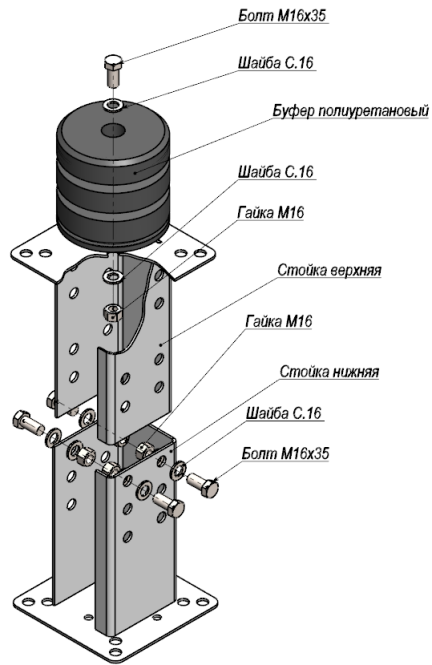
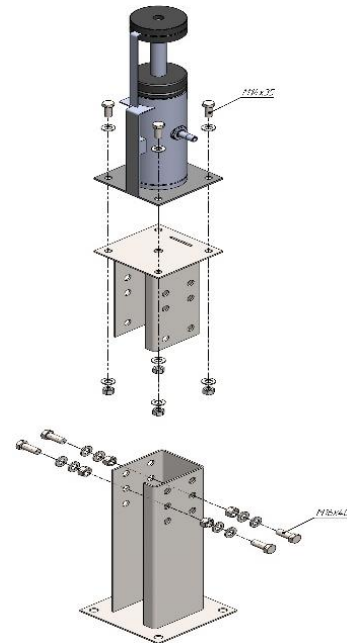

Рис. 48
Рис. 49
11.5 Для лифтов со скоростью движения до 1м/с, применяют буфера энергонакопительного типа (полиуретановые Рис.48). Для лифтов 1,6м/с и более – энергорассеивающего типа (гидравлические Рис.49).